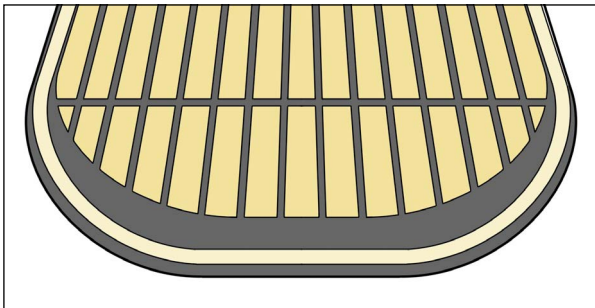

Fig. 1
3. Allineare la nuova pellicola, assicurandosi di coprire il logo superiore (Fig. 1). Ogni bordo deve essere posizionato a circa 7,24 mm (0,285 pollici) dal bordo del dispositivo.